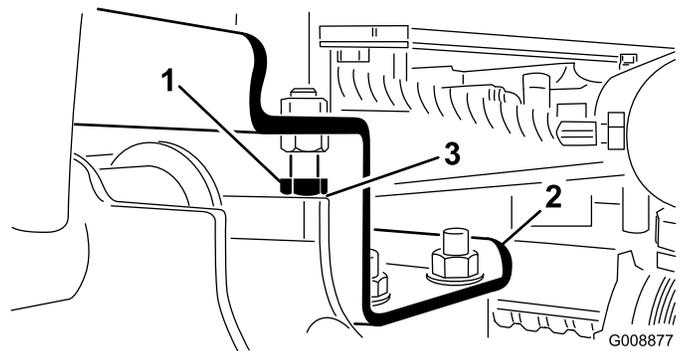

Bild 11
- A. Drehen Sie die Anschlagsschrauben heraus (Bild 11).
2. Prüfen Sie, ob der Abstand zwischen jedem Hubarm und der Anschlagsschraube zwischen 0,13 und 1,02 mm liegt (Bild 11). Justieren Sie die Anschlagsschrauben, bis sich der richtige Abstand ergibt, wenn der Abstand davon abweicht.